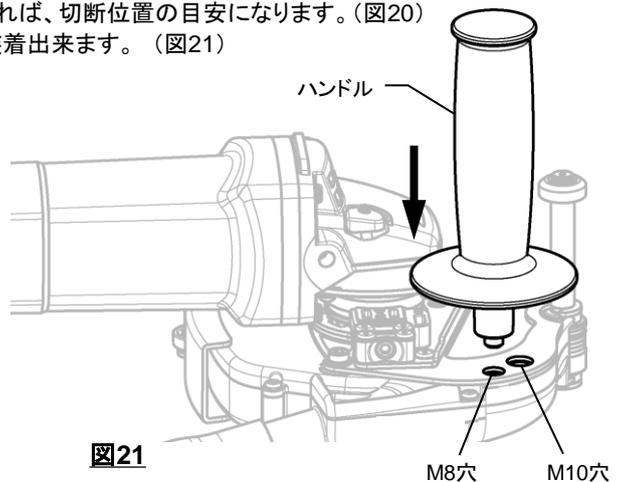

図21
14. グラインダ付属のハンドルをお使いの場合は、[a] 本体背面のM8 / M10 穴に装着出来ます。(図21)